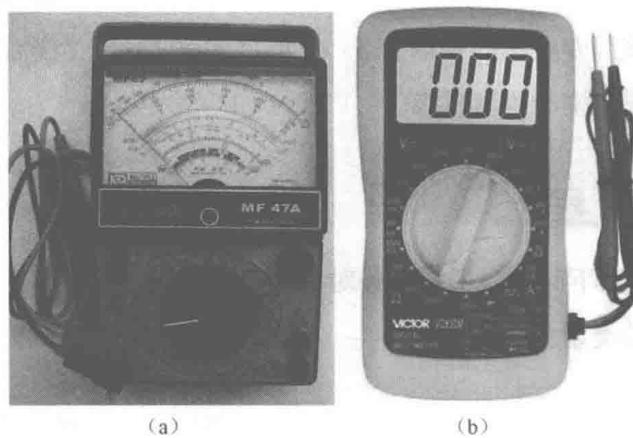

图 1-2 万用表实物图
3. 观察万用表实物图 1-2 (a) (b), 查阅资料回答万用表的主要组成部分, 并对各部分进行简单介绍。
万用表是一种可以测量多种电学量, 具有多种量程的便携式仪表。一般万用表可以用来测量直流电流、直流电压、交流电压和直流电阻等电量。有的万用表还可以测量交流电流、电感、电容以及晶体三极管的值等。由于它的测量范围广, 使用方便, 因此在电气维修和测试工作中被广泛应用。常用的万用表有模拟式和数字式两种, 如图 1-2 (a) 所示为指针式万用表, 图 1-2 (b) 所示为数字式万用表。
本书以 MF47 型万用表为例, 介绍模拟式万用表的结构、原理、使用与维护知识等。MF47 型万用表是一种高灵敏度、多量程的便携式整流系仪表, 能完成交直流电压、直流电流、电阻等基本项目的测量, 还能估测电容器的性能等。MF47 型万用表外形如图 1-2 (a) 所示, 背面有电池盒。